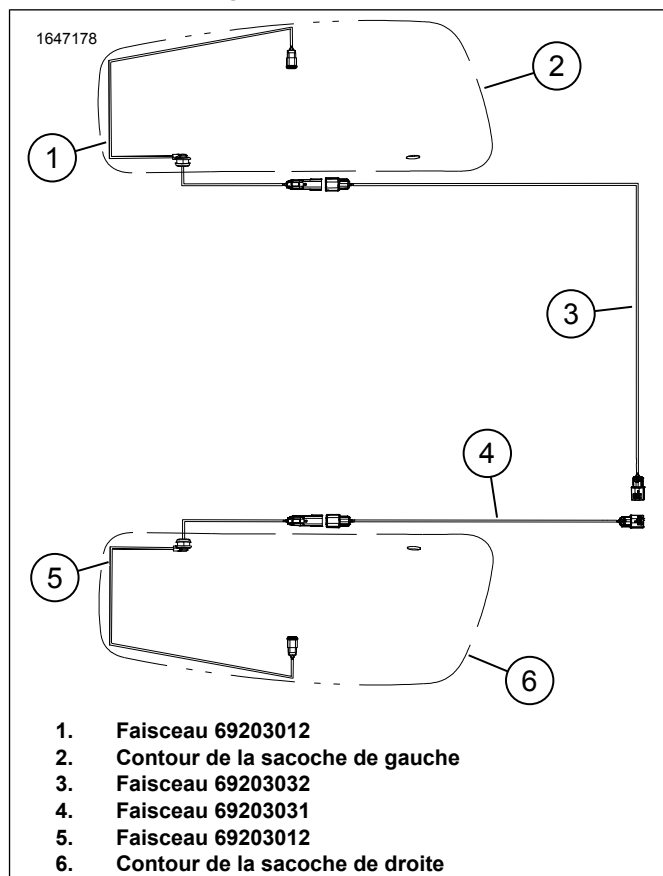
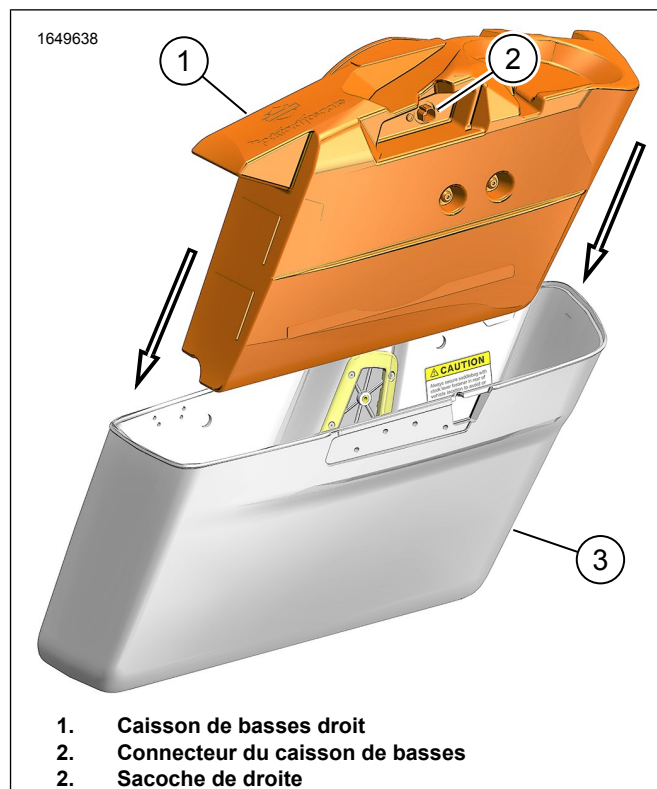

Figure 15. Acheminement du faisceau de caisson de basses
Figure 19. Installez le caisson de basses
10. Voir la Figure 15. Installez le faisceau 69203012 (5) dans la sacoche de droite.
11. Voir la Figure 15. Connectez le faisceau 69203031 (4) au faisceau 69203012 (5).
15. Voir la Figure 19. Installez le caisson de basses (2).
16. Voir la Figure 15. Connectez le faisceau 69203012 (5) dans le connecteur du caisson de basses (2). Voir la Figure 19.
2. Voir la Figure 15. Installez le faisceau 69203012 (5) dans la sacoche de droite.
3. Voir la Figure 15. Connectez le faisceau 69203032 (3) au faisceau 69203012 (5).
- 7. Voir la Figure 19. Installez le caisson de basses (2).
- 8. Voir la Figure 15. Connectez le faisceau 69203012 (5) dans le connecteur du caisson de basses (2). Voir la Figure 19.